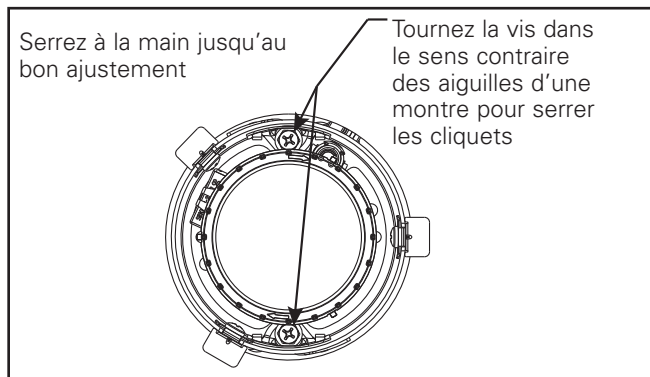

Figure 5
6. Tournez les deux vis du cliquet dans le sens des aiguilles d'une montre jusqu'à ce qu'elles tiennent le module dans le plafond (voir la figure 5). Ne serrez pas trop les vis. **SERREZ À LA MAIN SEULEMENT.**